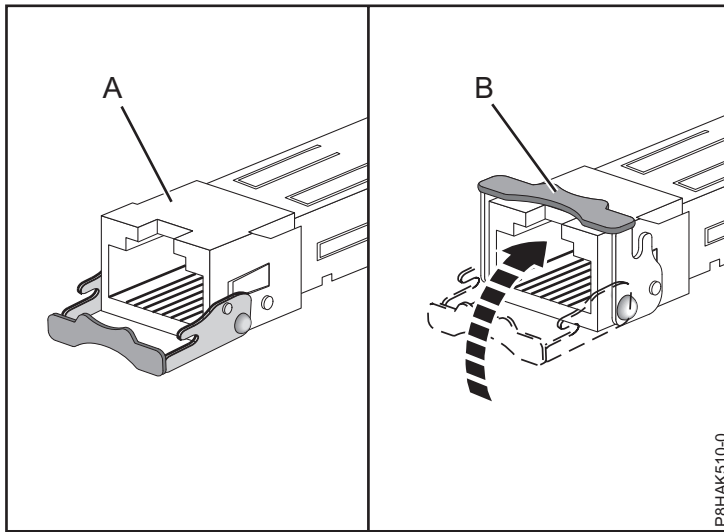

図 33. アダプターでの SFP トランシーバーの取り替え
- c. 56 ページの図 33 に示すように、ラッチ **(B)** をオープン position にして、上向きに回転させてラッチをカードに向かって押します。